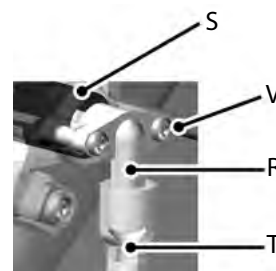

Рис. 6.c
6.2.2 Увлажнитель humiDisk₆₅ (см Рис. 6.d)